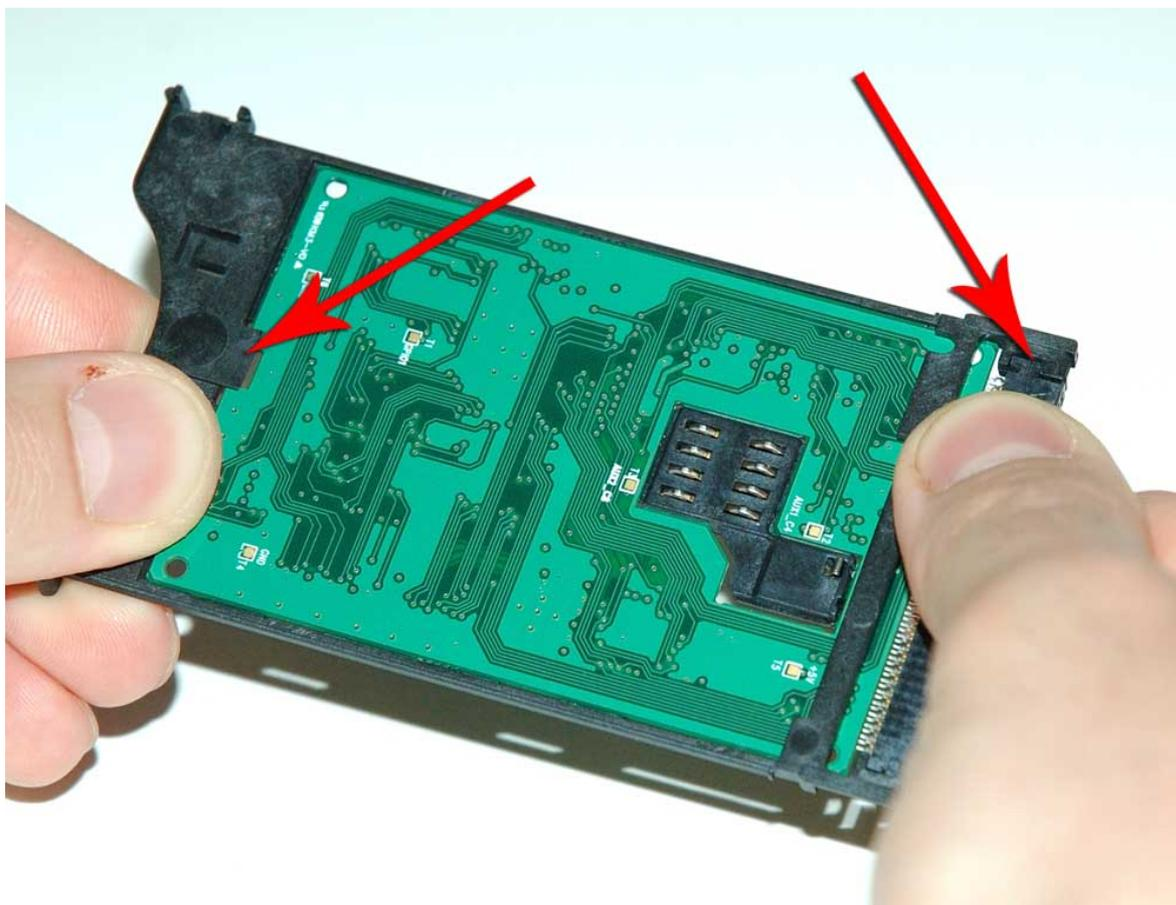

Fig. 35
- Richten Sie den Cam und den Plastikrahmen in den zwei in Bild 35 gezeigten Stellen aus: